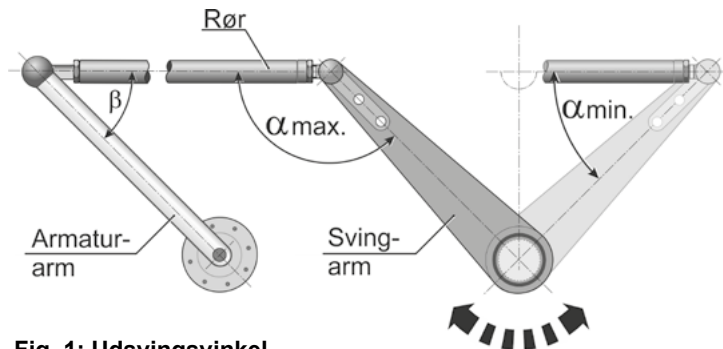

Fig. 1: Udsvingsvinkel
- Vinkel β (se fig. 1) skal armaturproducenten angive.